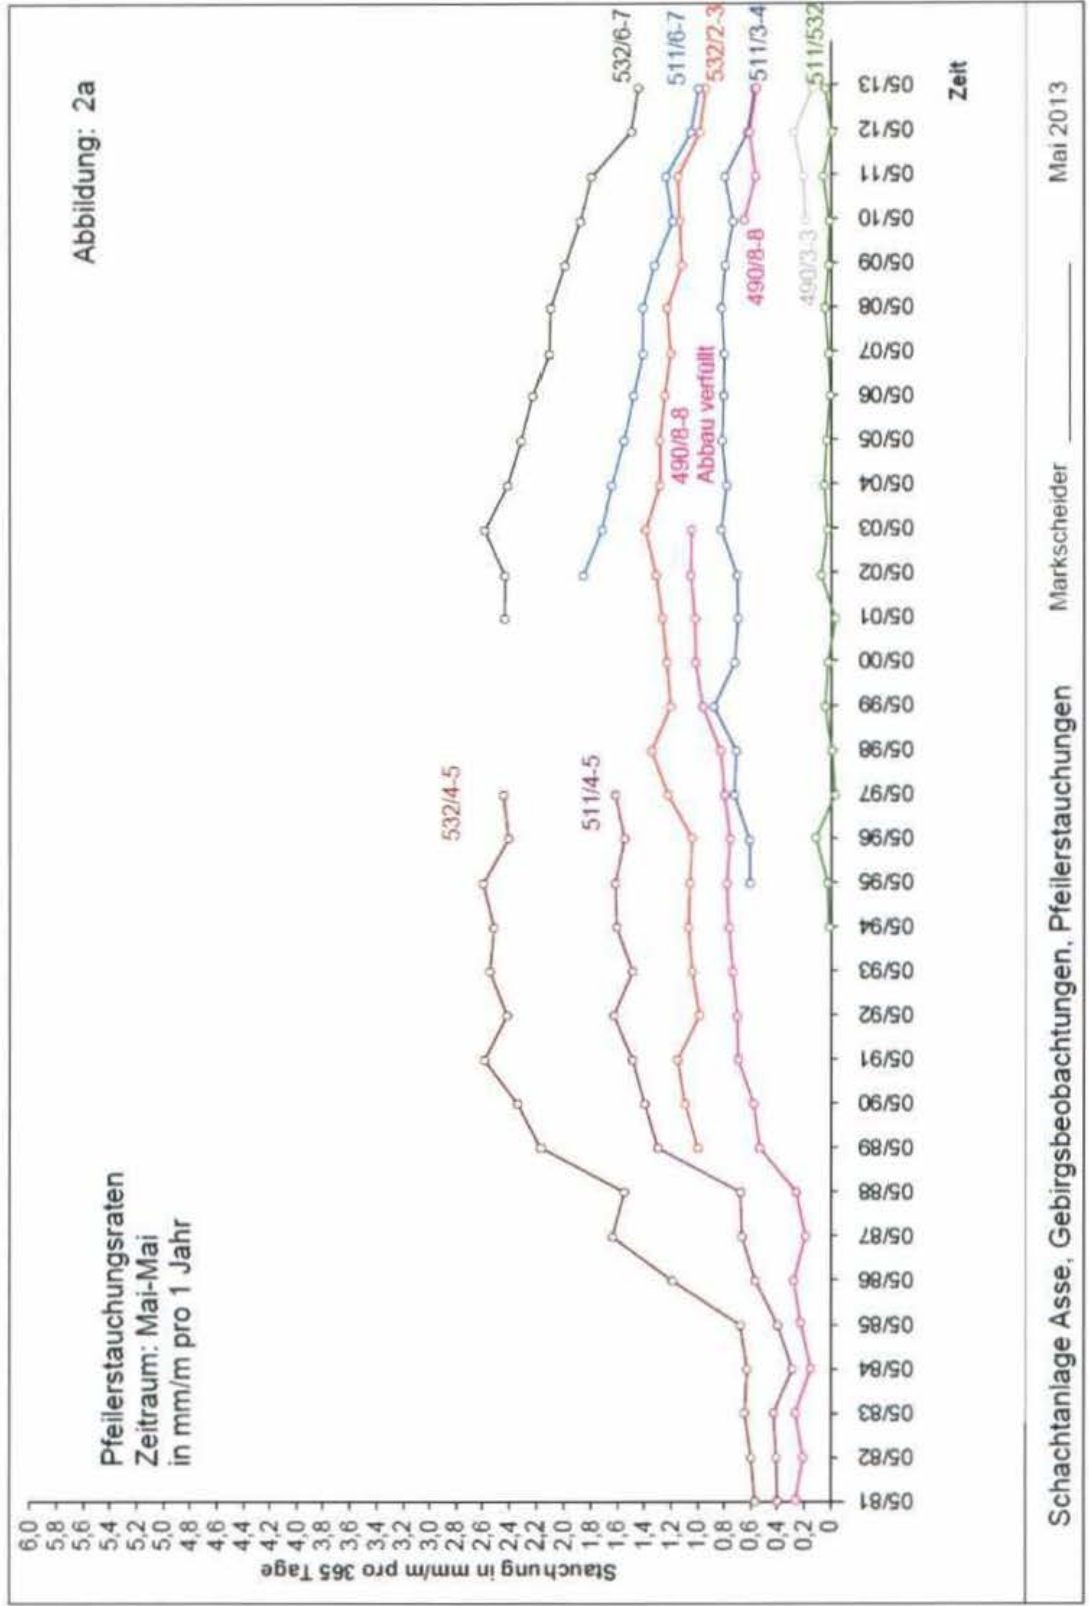

Abbildung 2a: Pfeilerstauchungsraten 511- und 532-m-Sohle [mm/(m\*a)]
- Abbildung 2a: Pfeilerstauchungsraten 511- und 532-m-Sohle [mm/(m\*a)]